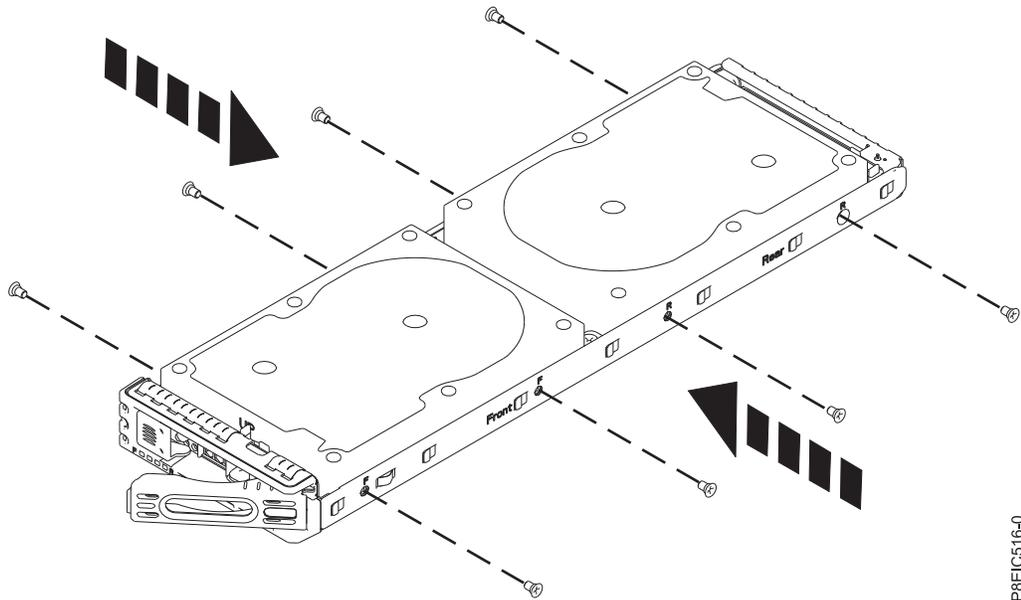

Figura 13. Prendendo a unidade de 3,5 polegadas na bandeja
- b. Prenda a unidade às laterais da bandeja, usando quatro parafusos (2 de cada lado), conforme mostrado na Figura 13 na página 14.